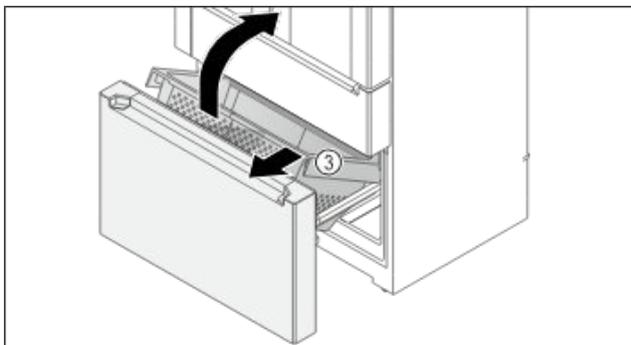

Fig. 144
- ▶ Soulever l'avant du bac Fig. 144 (3).
- ▶ Retirer le bac Fig. 144 (3) par l'avant en l'inclinant.